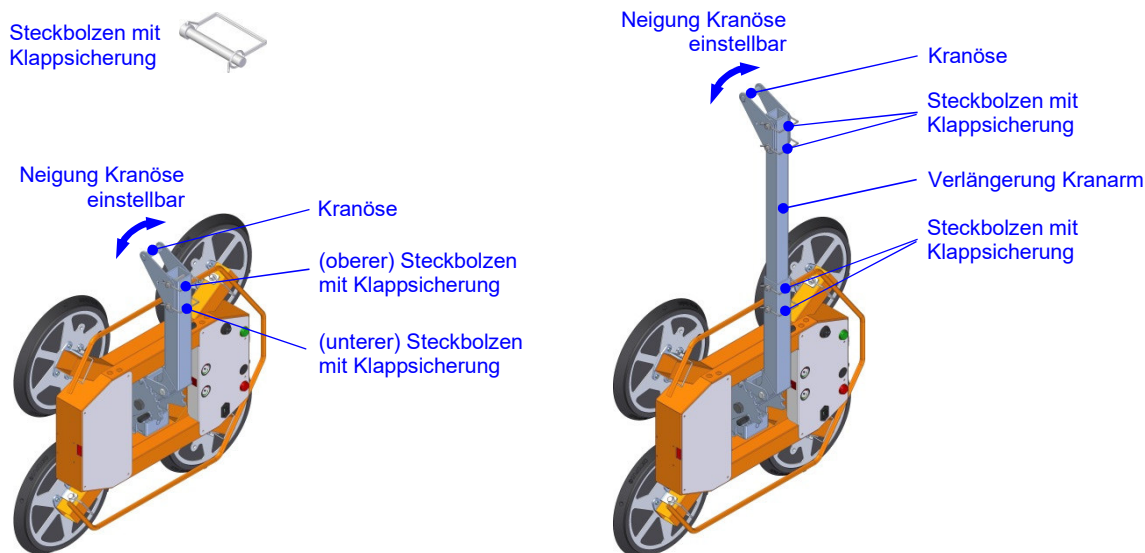

Abb. 13: Kranarm justierbar ohne und mit Verlängerung
- Entfernen Sie den oberen der beiden Steckbolzen mit Klappsicherung (s. Abb. 13).
- Montieren Sie die Kranöse an die „Verlängerung Kranarm“. Verwenden Sie dazu zwei Steckbolzen mit Klappsicherung (s. Abb. 13).